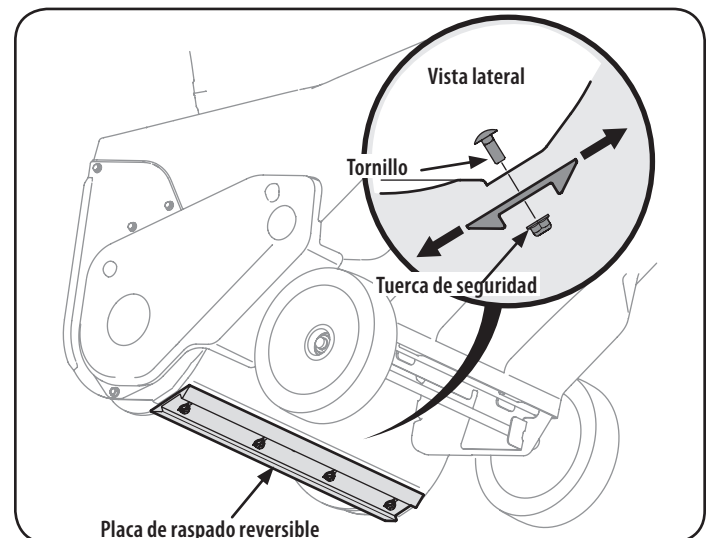

Figura 1
3. Afloje las cuatro tuercas de seguridad con brida y los pernos de carro que sujetan la placa de raspado a la caja. Vea la Figura 1. Mueva la placa de raspado hacia la posición deseada y vuelva a apretar las tuercas y los tornillos hasta que queden bien ajustados.